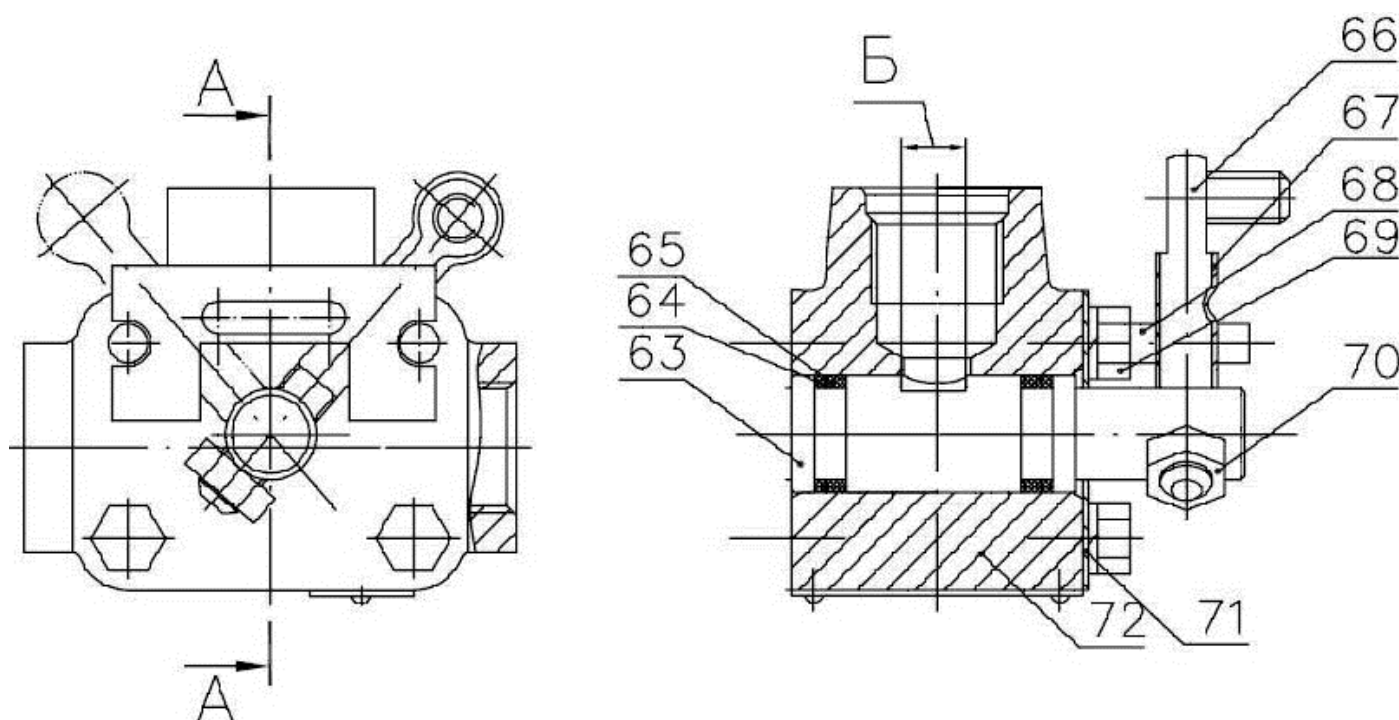

Рис.6.4. Кран реверса 1221 «В» – 3407150.
- 5) отверните стопорную гайку (70), (рисунок 6.4), выверните рычаг (66), и отсоедините стопор (67);
- 6) отверните стопорные гайки (69), (рисунок 6.4), два болта крепления, и вывернув упоры (68), отсоедините крышку (71);
- 7) извлеките золотник (63), (рисунок 6.4), при этом, во избежание срезания об острые кромки отверстий «Б», золотника, уплотнительные кольца (65) и защитные кольца (64) не должны пересекать контура внутренних отверстий «Б», для чего:
- 7.1) выдвиньте золотник из корпуса крана (72), (рисунок 6.4), на 7...8 мм не более;
- 7.2) снимите кольца (64),(65), (рисунок 6.4), с одной стороны золотника;
- 7.3) извлеките золотник в другую сторону и снимите кольца (64), (65), (рисунок 6.4);
Перед сборкой кольца (64),(65), (рисунок 6.4), смажьте смазкой «Литол-24» ГОСТ 21150-87. Рычаг (66), (рисунок 6.4), вворачивайте в золотник (63) только со стороны паза на золотнике.
Перед установкой крана реверса на трактор, убедитесь, что при переключении рычага (66), (рисунок 6.4), в крайние положения, паз золотника, виден одновременно через два отверстия «Б».